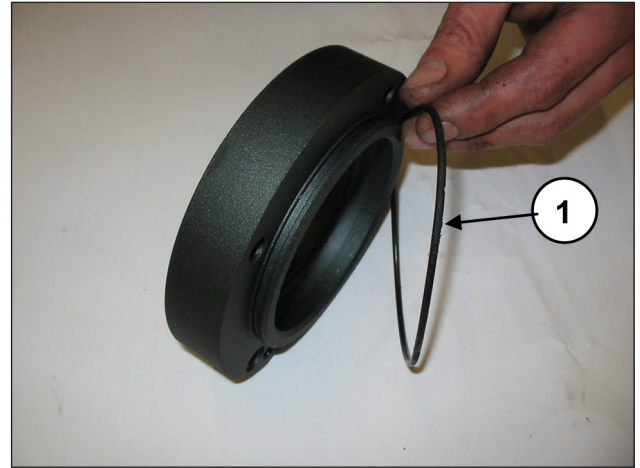
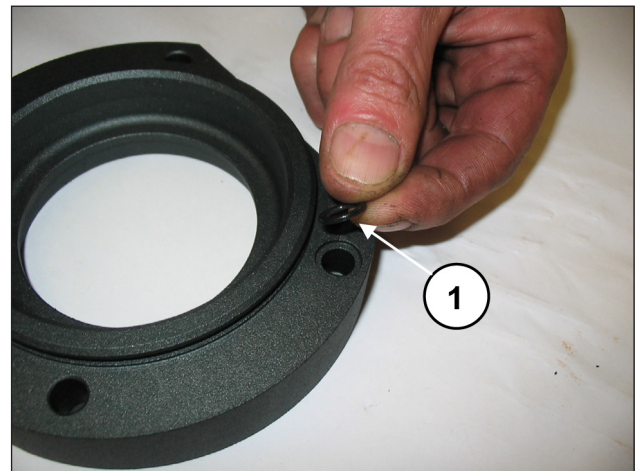

Fig. 65
Fig. 66
Poser le joint torique extérieur (rep. ①, Fig. 65) et le joint torique de l'orifice de lubrification (rep. ①, Fig. 66) sur les couvercles du coussinet de PTO.